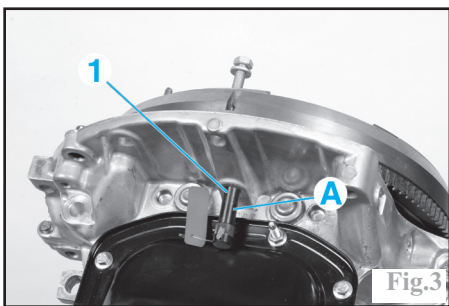

Fig.3
Déposer l'outil (A) (Fig.3)
Immobiliser en rotation le volant moteur à l'aide d'un outil approprié ou de l'outil Ford 303-734 Ø 11,6 mm (A) (Fig.3) placé dans le trou (1).
-le support moteur droit (1) serrer à **6 m.daN**.
-resserrer l'écrou (4) à **4,5 m.daN**.
-resserrer les vis (2) à **6 m.daN**.
-la pige de volant moteur (A) (Fig.3).